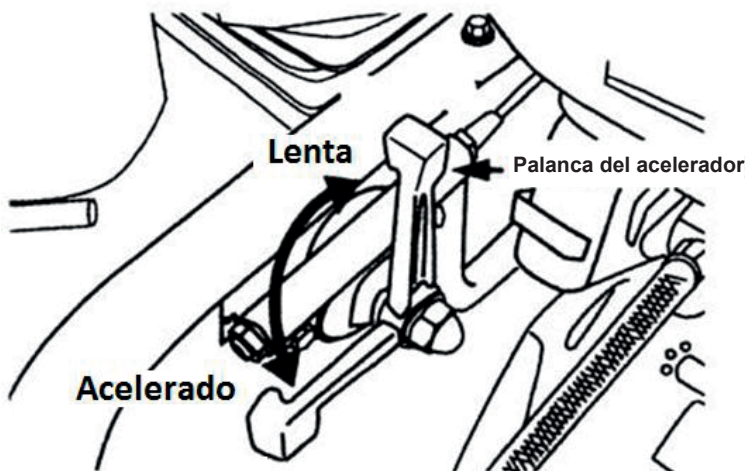

Figura 7 – Palanca del acelerador
- Para detener la compactación, mueva la palanca del acelerador rápidamente hacia la posición **LENTA**, de acuerdo a la figura 7.